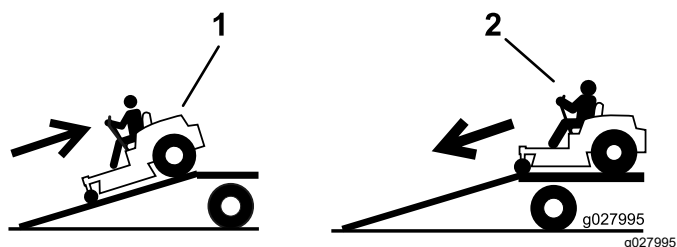

Figura 34
4. Urcai maina pe rampă cu spatele (Figura 34).
2. Coborâi maina de pe rampă cu faa (Figura 34).